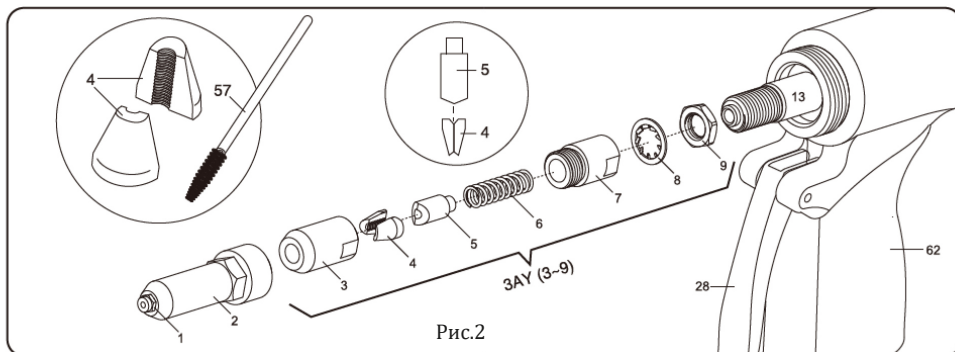

Рис.2
- Используйте ключи №22 и №24, чтобы снова собрать корпус тисков (рис.2), с помощью линейки измерьте, а ключом отрегулируйте и зафиксируйте корпус тисков на расстоянии $77 \pm 0,5$ мм (рис.2). В конце, прикрутите основание (2) к инструменту. Убедитесь, что торцевая крышка масляного цилиндра (20) надежно прикручена, контейнер для сбора стержней (22) установлен правильно, корпус тисков и основание (2) крепко прикручены.